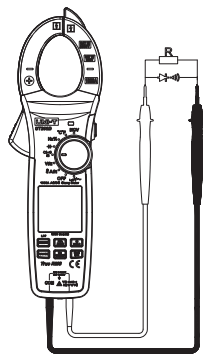

Рис. 9
7. Измерение сопротивления (Рис. 9)
8. Проверка электропроводности (прозвон) (Рис. 9)
9. Проверка диодов (Рис. 9)